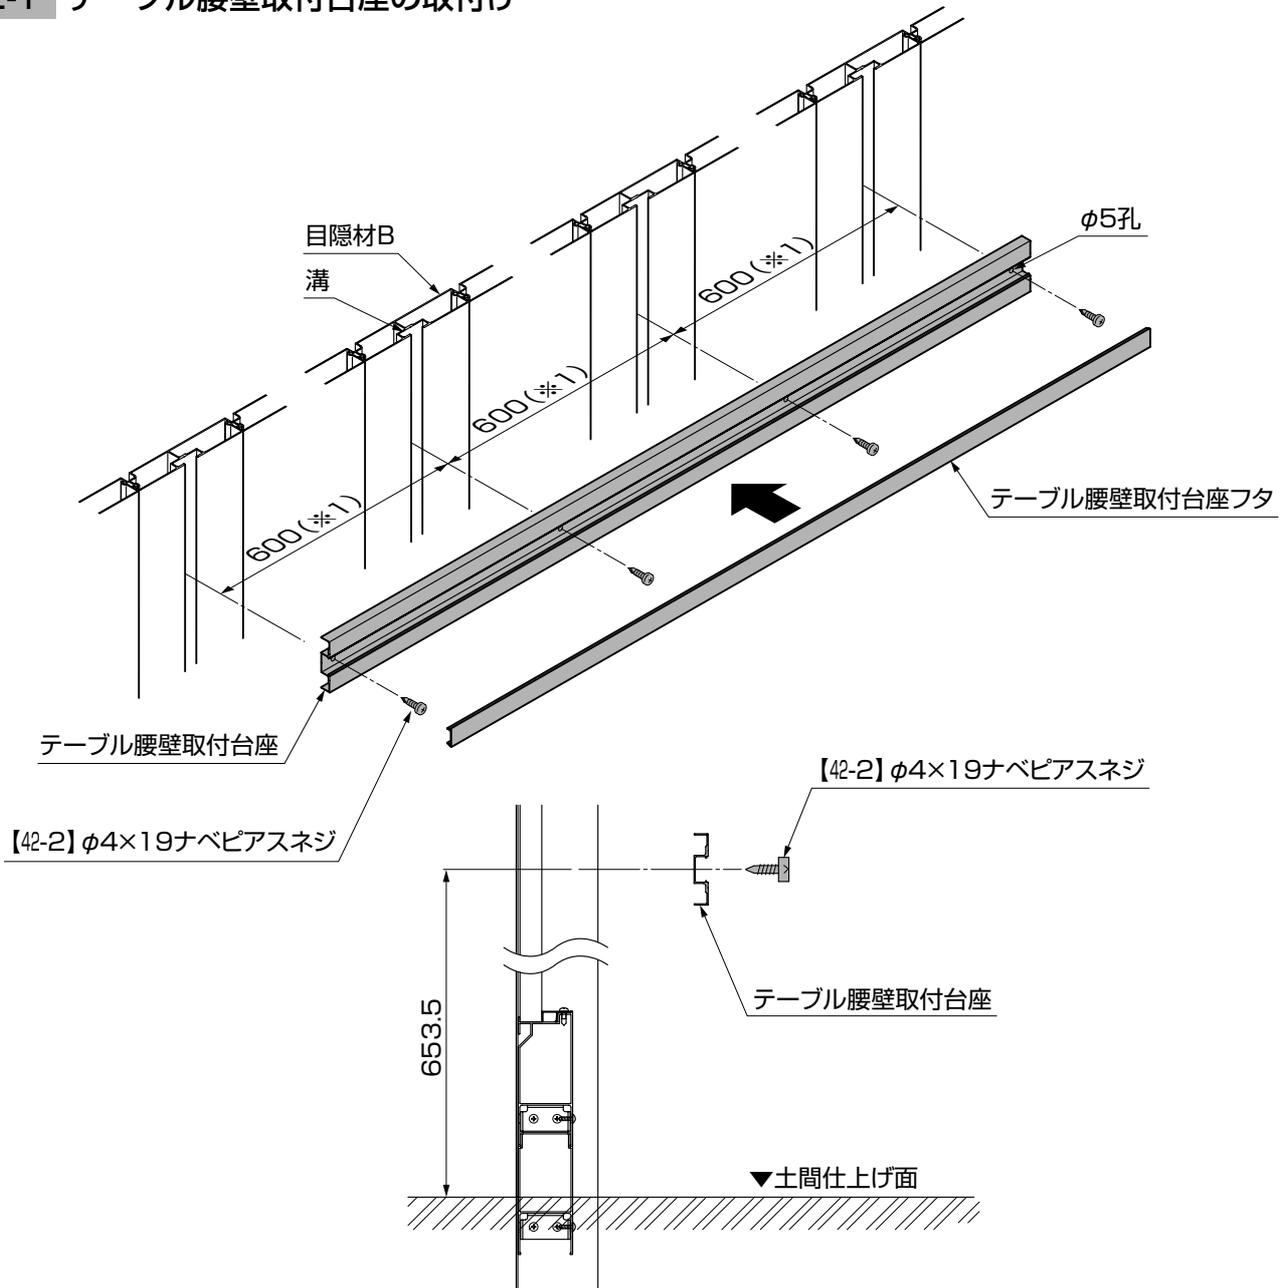

図2-1
- テーブル腰壁取付台座の高さは、土間仕上げ面より653.5mmにしてください。(図2-1参照)
② テーブル腰壁取付台座フタをテーブル腰壁取付台座にはめ込んでください。